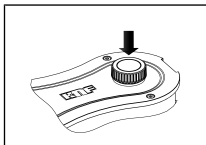

Abb.4: Ein-/Aus-
- Schalten Sie die Pumpe durch Drücken des Dreh-/Druckknopfs ein (siehe Abb. 1/3, siehe Abb. 4).
- Schalten Sie die Pumpe mit Dreh-/Druckknopfs (siehe Kapitel Abb. 4).